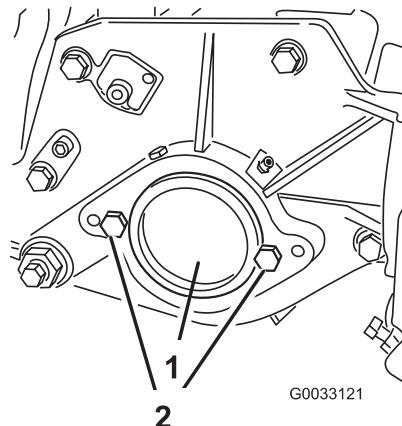

Figure 6
- A l'extrême droite du plateau de coupe, retirez l'obturateur en plastique du logement de roulements (Fig. 6).
- Retirez les 2 vis de la plaque latérale droite (Fig. 6).
1. Obturateur en plastique 2. Vis (2)
- Placez les 2 vis de fixation du moteur de cylindre sur la plaque latérale gauche du plateau de coupe sans les serrer (Fig. 6).